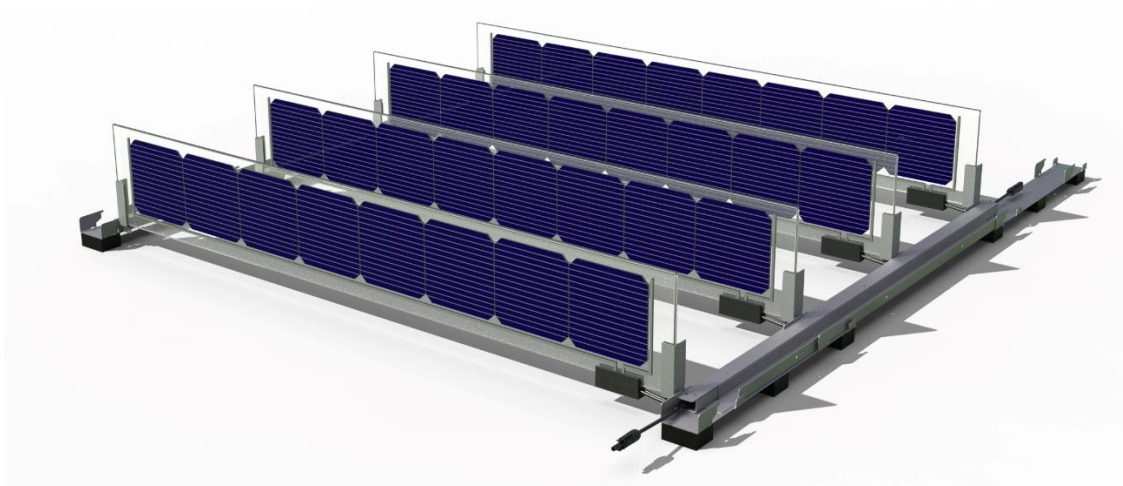

Figure 2 : Module PVV avec pieds LM pour toitures plates
- LM (« low mount », « fixation basse ») avec des patins à friction et une garde au sol de 4 cm pour les toitures plates (voir Figure 2),